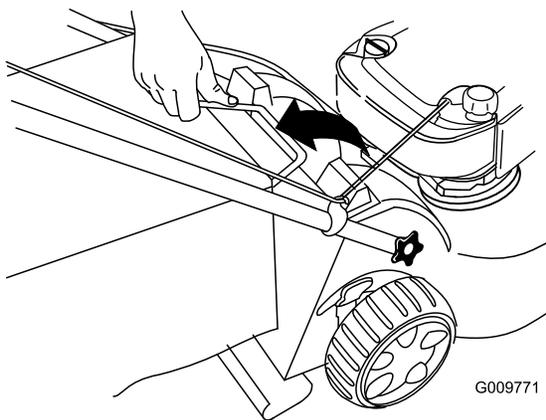

Bild 33
2. Heben Sie den Fangkorbgriff aus den Kerben oben am Rasenmäher und nehmen Sie den Fangkorb vom Rasenmäher ab (Bild 33).